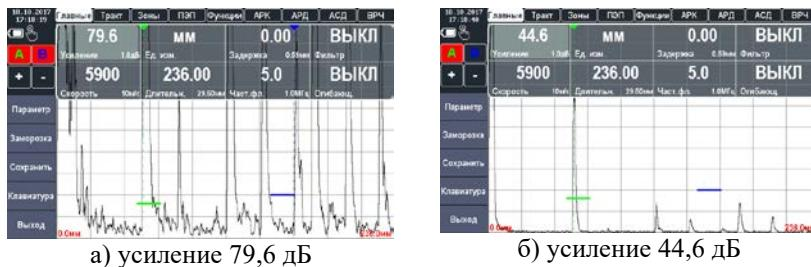

Рисунок 2.15 – Установка усиления приемного тракта
1. Установить усиление приемного тракта «УСИЛ.», указывается в диапазоне от 0 до 126 дБ, с шагом 0,1 или 1 дБ. Необходимо настроить усиление таким образом, чтобы эхо-сигналы не выходили за пределы экрана, а также не были слишком малы (например, чтобы пик самого большого по амплитуде сигнала был на уровне 85% экрана), см. рис. 2.15.